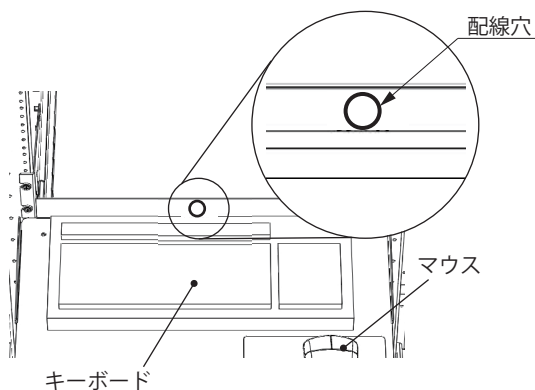

図9
1. キーボード・マウスのコードを配線穴を使って通してください。(図9)